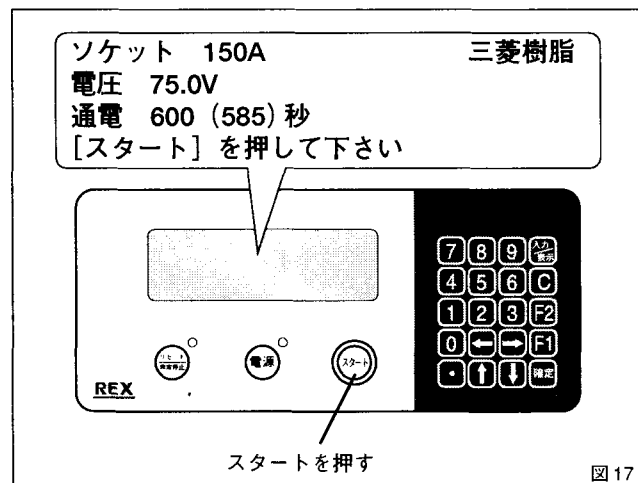

図 17
- ※ 但し、この状態でバーコード情報を入力した場合は、バーコード情報が優先され、表示は図 17 の状態になります。